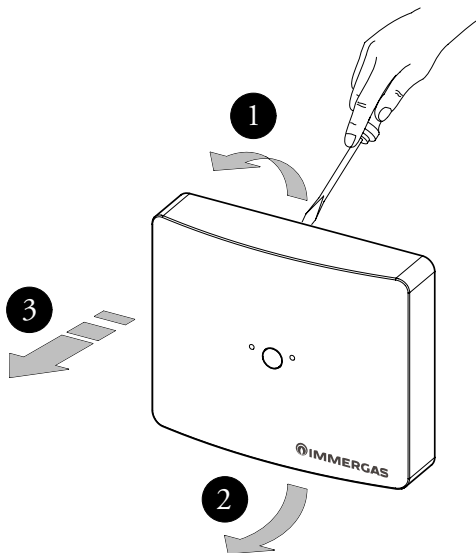

Fig. 17
- separare il supporto di fissaggio dal coperchio della sonda Ambiente facendo leva con un cacciavite nell'apposito incasso (Fig. 17);
- separate the fixing support from the cover of the Room probe by prying with a screwdriver in the appropriate recess (Fig. 17);